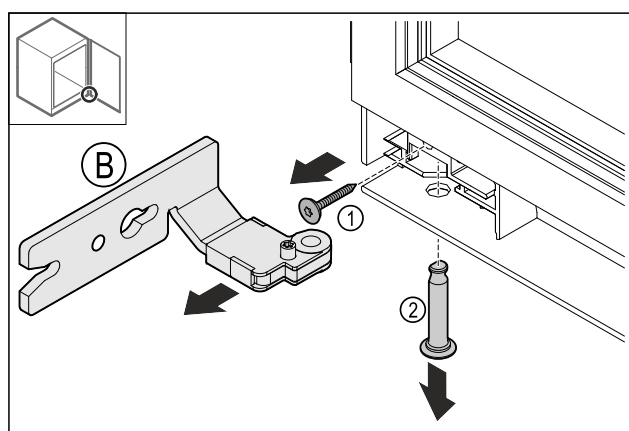

Fig. 16
- Wyciągnąć śrubę Fig. 16 (1).
- Wyciągnąć sworznię Fig. 16 (2).
- Usunąć zawiasy Fig. 16 (B).